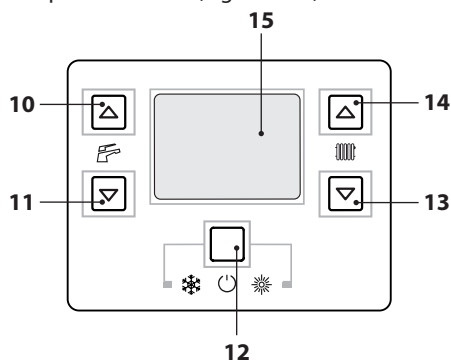
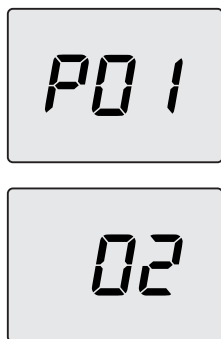
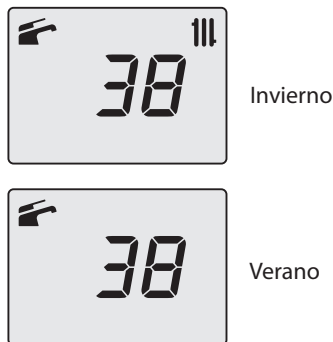

Figura 9.9
Figura 9.10
Figura 9.15
- Entre en la "modalidad de programación" pulsando simultáneamente durante 10 segundos los botones 12-13-14 (Figura 9.9) hasta que aparezcan en el display LCD las letras **P01** que se alternan con el valor del parámetro, indicando que se ha entrado en el "parámetro 01" (Figura 9.10).
- Pulse simultáneamente los botones 13 y 14 (Figura 9.9) hasta que aparezcan en el display LCD las letras **LP** que se alternan con el valor de temperatura mínimo del agua sanitaria (ej.45), indicando que se ha entrado en la activación de la "función deshollinador" a la potencia mínima en agua sanitaria (Figura 9.11).
- Pulsando el botón 12 (Figura 9.9) se sale de la "modalidad deshollinador" y se vuelve al estado anterior de la caldera (Figura 9.15).